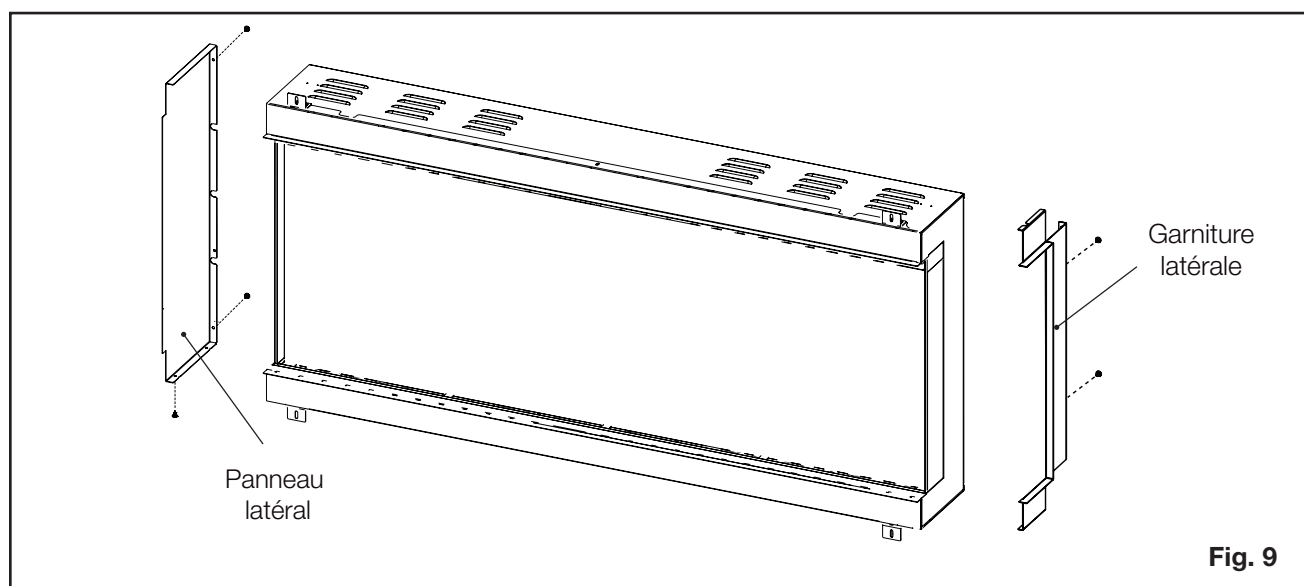

Fig. 9
2. Pour le côté ouvert désiré, retirez les vis de l'arrière du foyer qui s'alignent avec la garniture, puis fixez la garniture à l'aide des vis à métaux fournies. **(Fig. 9).**